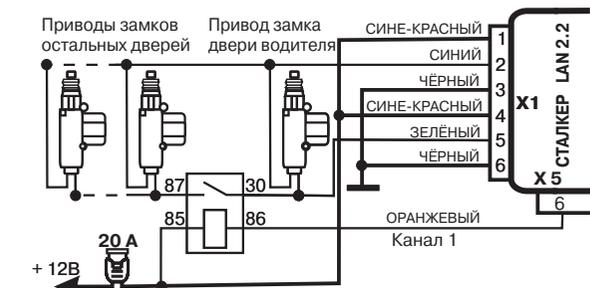

Рис.9. Схема раздельного отпирания дверей
Чтобы отпирать и запираеть дверные замки при включенном зажигании нажатием на кнопку ① четырехкнопочного брелока (рис.9), установите п.4.4.2 таблицы программирования.